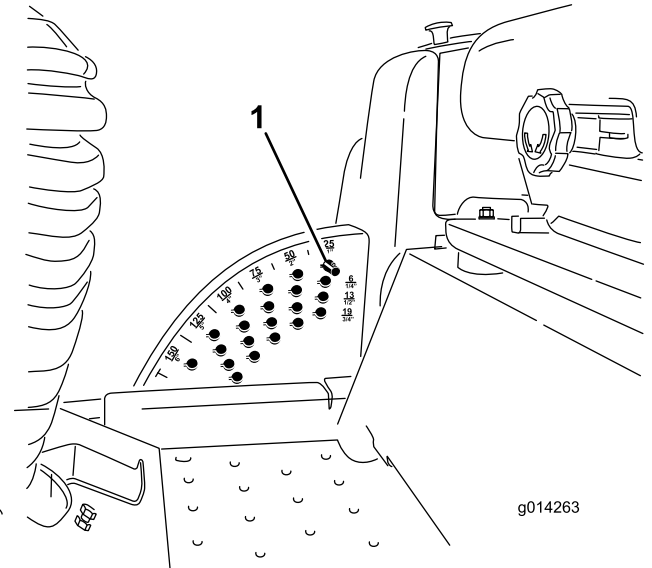

Bild 26
- Ziehen Sie den Mähwerkhubhebel bei laufendem Motor zurück, bis das Mähwerk ganz angehoben ist, und lassen Sie den **Hebel sofort los** (Bild 26).
- Drehen Sie den Anschlagstift so lange, bis die Linien am Spannstift mit den Schlitzen in den Löchern in der Schnitthöhenhalterung ausgefluchtet sind. Nehmen Sie ihn dann ab (Bild 26).
- Wählen Sie ein Loch in der Schnitthöhenhalterung, das der gewünschten Schnitthöhe entspricht, stecken Sie den Stift ein und drehen Sie ihn ein, um ihn zu arretieren (Bild 26).
Hinweis: Es gibt vier Reihen der Lochpositionen (Bild 26). Die oberste Reihe ergibt die Schnitthöhe, die über dem Stift steht. Die zweite Reihe ergibt die Schnitthöhe plus 6 mm. Die dritte Reihe ergibt die Schnitthöhe plus 12 mm. Die unterste Reihe